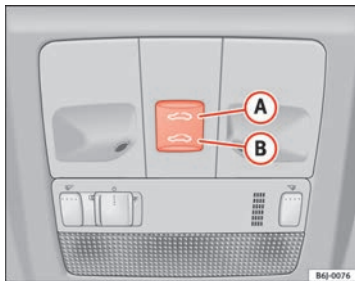

Abb. 52 Panoramadach / Ausstelldach
- Wird der Taster **B** ⇒ Abb. 52 ⇒ **A** betätigt und gedrückt gehalten, führt das Dach die Schließbewegung aus, bis der Taster wieder losgelassen wird.